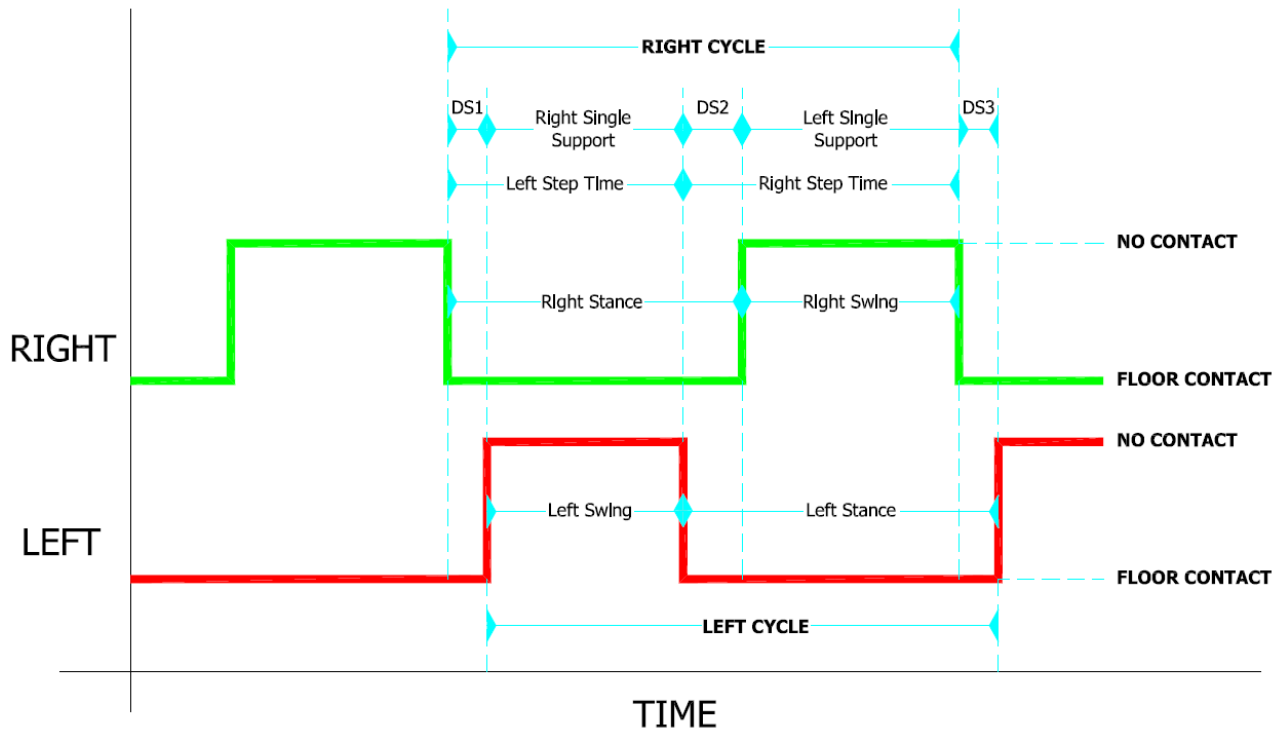

Figura 128 - Terminología del análisis de la marcha
Cada Ciclo de la marcha (Gait Cycle) comprende dos periodos en los cuales ambos pies están en contacto con el suelo: **Doble apoyo** (Double support), el primer periodo de doble apoyo en la Figura 128 referido al pie derecho, también denominado **respuesta a la carga** (load response) y el segundo periodo de doble apoyo llamado **Pre-oscilación** (pre-swing). En cambio, cuando un solo pie está en contacto con el suelo, hablamos de **Apoyo monopodal** (single support).
- **Doble apoyo total [s | %]:** Es la suma de dos dobles apoyos parciales indicados como DS1 y DS2 en la Figura 128.
- **Respuesta a la carga [s | %]:** Es el primer Tiempo de doble apoyo (DS1 en la Figura 128).
- **Pre-oscilación [s | %]:** Es el segundo Tiempo de doble apoyo (DS2 en la Figura 128).